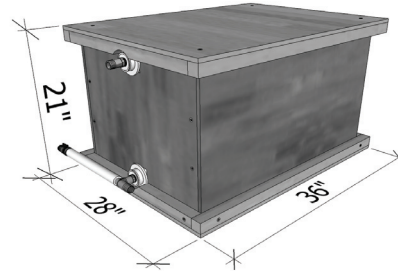

Fig. 10 – Dimensions finales et accessoires
- b. **Préparer une zone**, au moins de 30"x40" (fig. 10) pour y déposer votre RainBench™. Le support doit être de la pierre propre ou du gravier (pas trop fin), ou sinon bien surélever votre RainBench™ afin que l'humidité du sol ne pénètre pas. Vous pouvez également le placer sur n'importe quel support en bois. Protéger le bois à l'aide de plusieurs couches d'enduit extérieur afin de prolonger la durée de vie de votre produit.